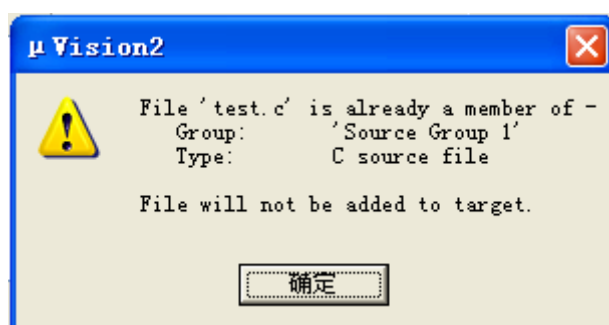

图 2-13
(9)将文件加入“Source Group 1”之后，增加文件的对话框并没有消失。这时其对话框还在等待添加其它的文件，如果你再单击“Add”，就会出现图 2-13 的对话框，其意思是提示用户所选的文件已经在列表中。这时点击“确定”返回到增加对话框，然后点击“Close”返回主界面。再在“Source Group 1”前面的“+”号中点击一下，你就会见到“test.c”这个文件已在工程当中。